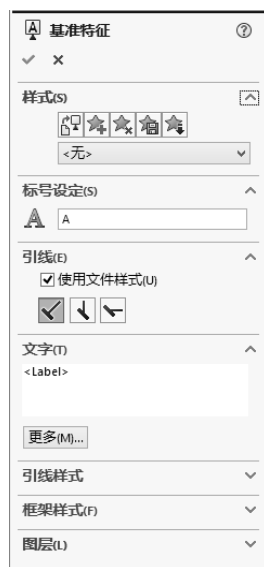

图 6-67 “基准特征”属性管理器
**09** 单击“注解”操控板中的“基准特征”按钮，会出现“基准特征”属性管理器，在属性管理器中设置各参数如图6-67所示。